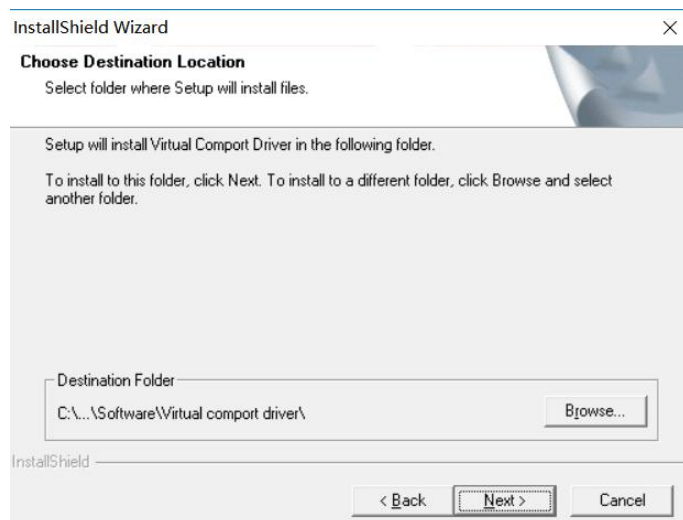

图 3.9 选择目录
3. 目录选择（推荐使用默认配置），点击 Next，如图 3.9 所示。